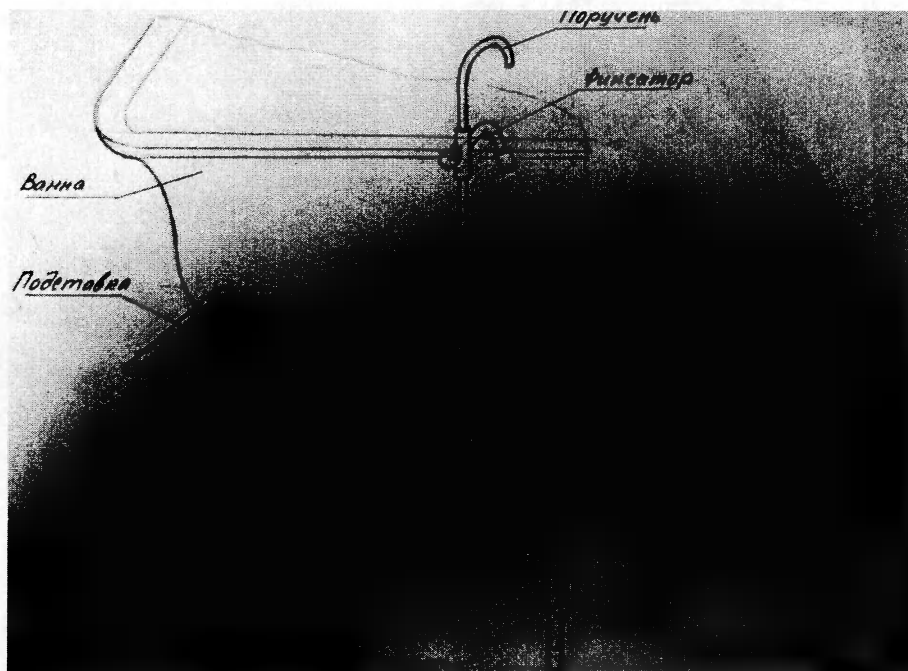

Рис. 1
- 1.1. Подставка к ванне ПВ-02 (далее – подставка, рис. 1) предназначена для облегчения преодоления борта ванны инвалидам и престарелым гражданам (с целью принятия гигиенических процедур) в учреждениях социального обслуживания населения и в быту.